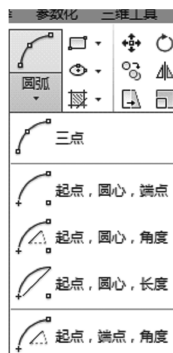

图 2-15 “圆弧”
- 功能区：单击“默认”选项卡“绘图”面板中的“圆弧”下拉菜单，如图 2-15 所示。